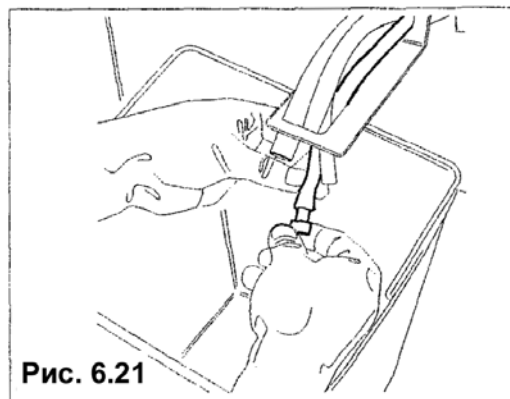

Рис. 6.21
- Полностью опорожнить бак для горячей воды и резервуар с поплавком, вынув пробку из шланга, расположенного вдоль спускного желоба (рис. 6.21).